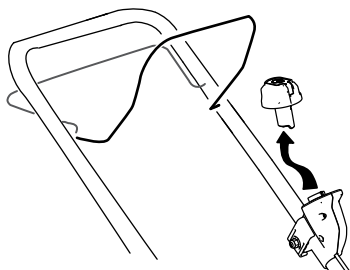

Figure 16
1. Retirez le bouton de démarrage électrique (Figure 16).